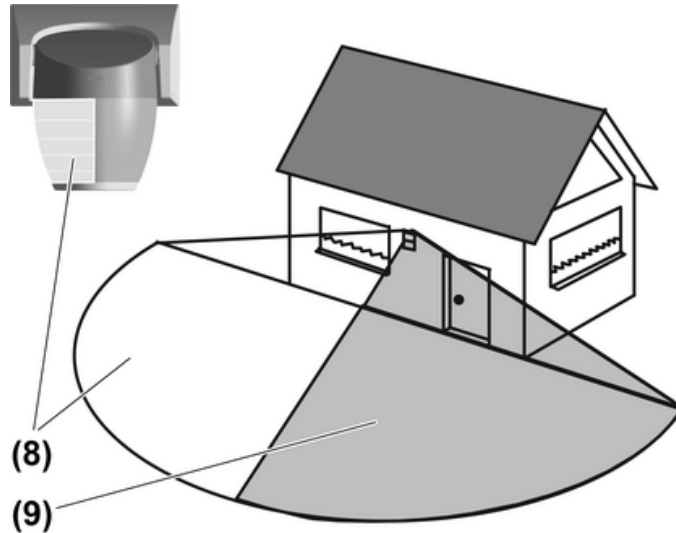

Figure 8: Masquer la zone de détection gauche
(8) Zone masquée
(9) Zone surveillée
- Coller les cinq éléments de cache gauche du côté gauche de la fenêtre du capteur (figure 8).